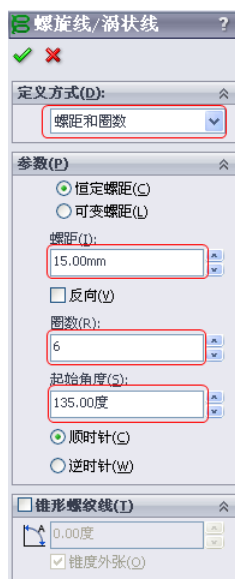

图 3-19 “螺旋线/涡状线”属性管理器 1
4) 在“定义方式”选项组中,选择“螺距和圈数”选项;点选“恒定螺距”单选按钮;在“螺距”文本框中输入“15.00”;在“圈数”文本框中输入“6”;在“起始角度”文本框中输入“135.00”,其他设置如图 3-19 所示。
使用该命令还可以生成锥形螺旋线,如果要绘制锥形螺旋线,则在如图 3-19 所示的